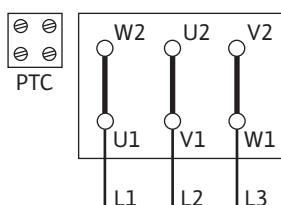
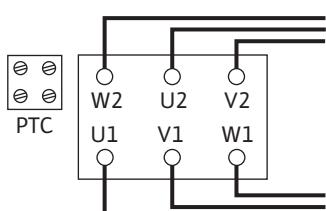

Fig. 10: Rozběh Y-Δ
Fig. 11: Zapojení Δ
- Sítová přípojka závisí na výkonu motoru P2, na sítovém napětí a na druhu startu. Potřebné spínání spojovacích můstek ve svorkovnici lze vyčíst z následující tabulky a z Fig. 10 a Fig. 11.
Rozběh Y-Δ (standard)	Odstraňte spojovací můstky (Fig. 10).
Spuštění softstartérem	Spínání Δ (Fig. 11)